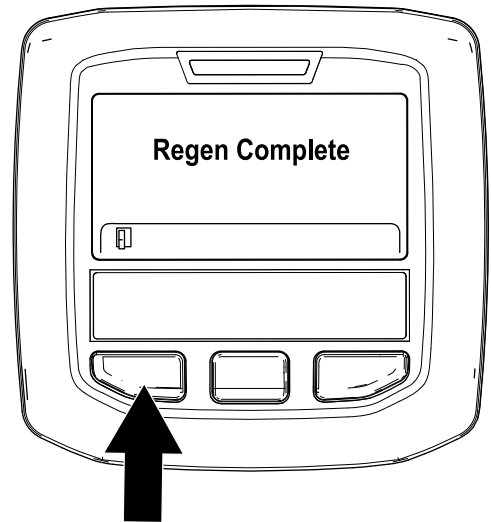

Figura 58
- La rigenerazione parcheggiata è completa quando nell'InfoCenter appare il messaggio "Regen Complete" (Rigen. completa). Premete il pulsante sinistro per uscire e tornare alla schermata Home (Figura 58).